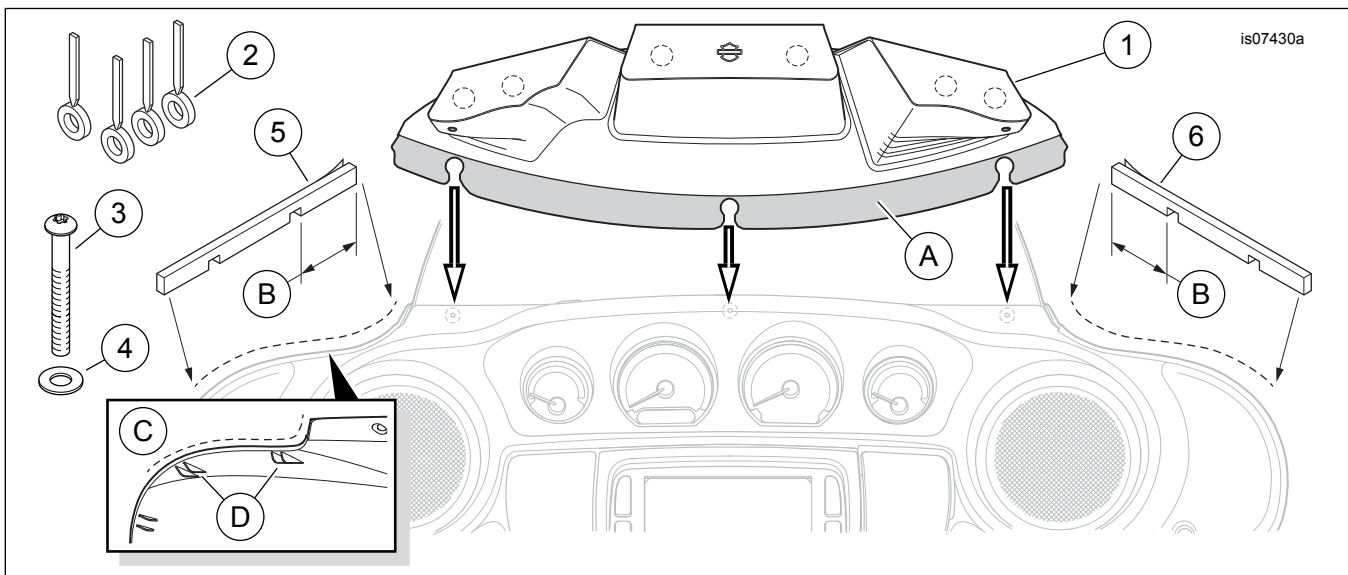

Abbildung 3. Ersatzteile, Verkleidungstasche mit mehreren Fächern
Siehe Abbildung 3 und Tabelle 1.
- a. Die vier Schrauben (2) entfernen, mit denen die Außenverkleidung an der Innenverkleidung befestigt ist. Die Windschutzscheibe entfernen. Die Außenverkleidung entfernen.
- b. Siehe Abbildung 3. Die Innenkanten an jedem Ende der **Außenverkleidung** im Bereich der gestrichelten Linien mit einem Gemisch aus je 50 % Isopropylalkohol und destilliertem Wasser reinigen. Vollständig trocknen lassen.
- c. Die Dichtungen vor dem Einbau probeweise an der Verkleidung anbringen. Die Schutzfolie erst dann abziehen, wenn die Dichtungen befestigt werden sollen. Die Schaumdichtungen (5 und 6) sind seitenspezifisch. Die Kerben **sind nicht** auf den Dichtungen zentriert. Ein Endstück ist 64 mm (2.5 in) lang und damit etwas länger als das gegenüberliegende Ende. Beim Einbauen an der Außenverkleidung zeigen die Kerben nach unten und werden über die beiden Ausrichtungsmerkmale (D) so nahe wie möglich zur Verkleidungsmittelpunkt positioniert (siehe Bildausschnitt C). Die längeren Endstücke in Richtung Verkleidungsmittelpunkt einbauen.
3. Die **neue**, längere Schraube (3) und die **neue** Unterlegscheibe (4) aus dem Satz nehmen. Die Unterlegscheibe auf das Schraubengewinde aufsetzen. Die Schraube in das obere mittige Befestigungsloch einsetzen. Die Schraube in den Gewindeeinsatz der mittleren Windschutzscheibenbefestigung eindrehen, aber nicht anziehen.
5. Siehe Abbildung 3. Den unteren Teil (A, schattiert dargestellt) der Verkleidungstasche (1) zwischen die Innen- und Außenverkleidung schieben. Die mittlere und eine seitliche Einkerbung auf die Schrauben setzen. Die Windschutzscheibe nach unten zwischen die **Außenverkleidung** und die Verkleidungstasche schieben.